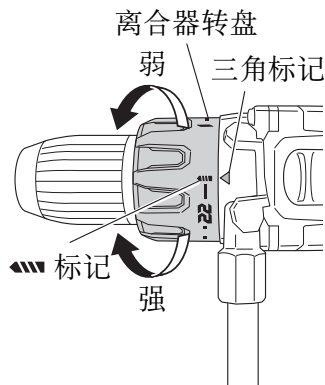
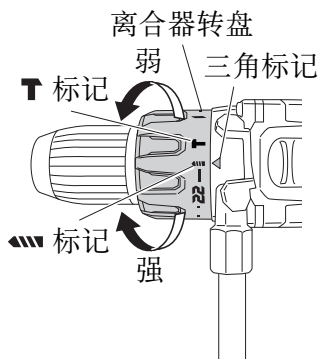

图 11
图 13
## 7. 确认离合器转盘的位置 (请参照图 11)
&lt;DV18DBL2&gt; (请参照图 13)
#### (2) 旋紧转矩的指示(请参照第15页的图 11 和图 13)
#### (3) 调节旋紧转矩(请参照第15页的图 11 和图 13)